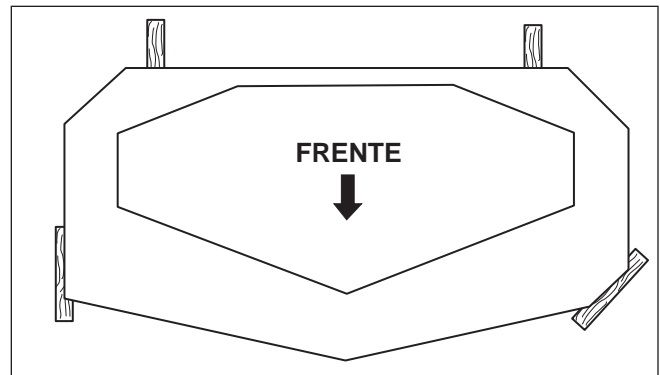

Figura 43. Lugar para bloques de 2 x 4
3. Coloque bloques de 2 x 4 bajo cada esquina de la cubierta de la podadora siendo los lados de 3 1/2" verticales. Vea la Figura 43.